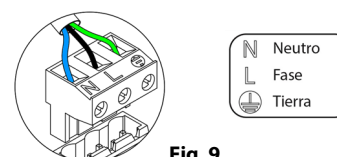

Fig. 9
La conexión de alimentación eléctrica al módulo se realiza mediante una borna de 3 pines ①. Fije los cables con los tornillos de la borna respetando la polaridad de la misma (Fig. 9).